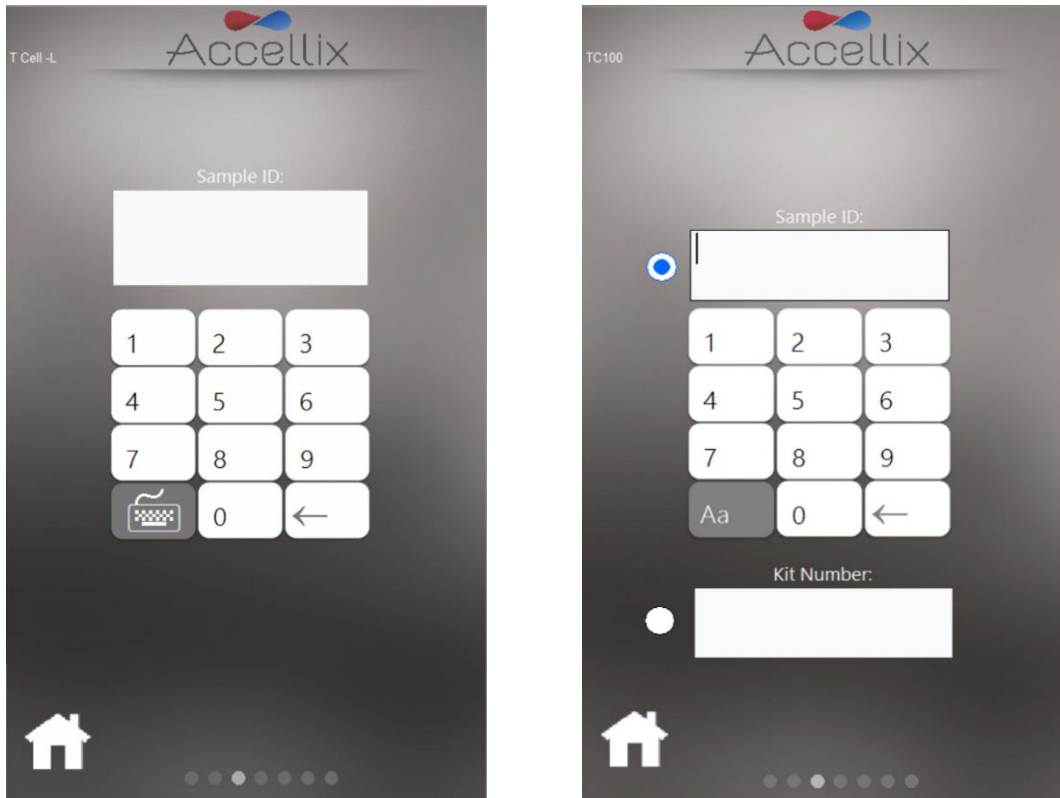

Figure 37 : écran Saisir l'ID de l'échantillon (avec et sans numéro de kit)
6. Sur l'écran **Enter Sample ID** (Saisir l'ID de l'échantillon) (Figure 37), saisissez l'ID de l'échantillon à l'aide du clavier à l'écran, d'un clavier externe ou d'un lecteur de code-barres. L'ID de l'échantillon sera ensuite affiché sur tous les écrans suivants de la procédure de test.
**Remarque :** une configuration optionnelle du logiciel exige que l'utilisateur saisisse également un Kit Number (Numéro de kit). (Voir l'image de droite sur la Figure 37)